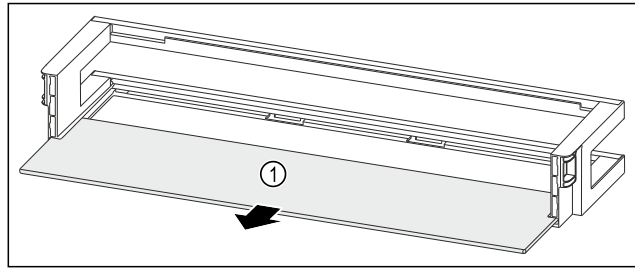

Fig. 99 Дверная полка со съемной полкой
- ▶ Извлеките съемную полку Fig. 99 (1).